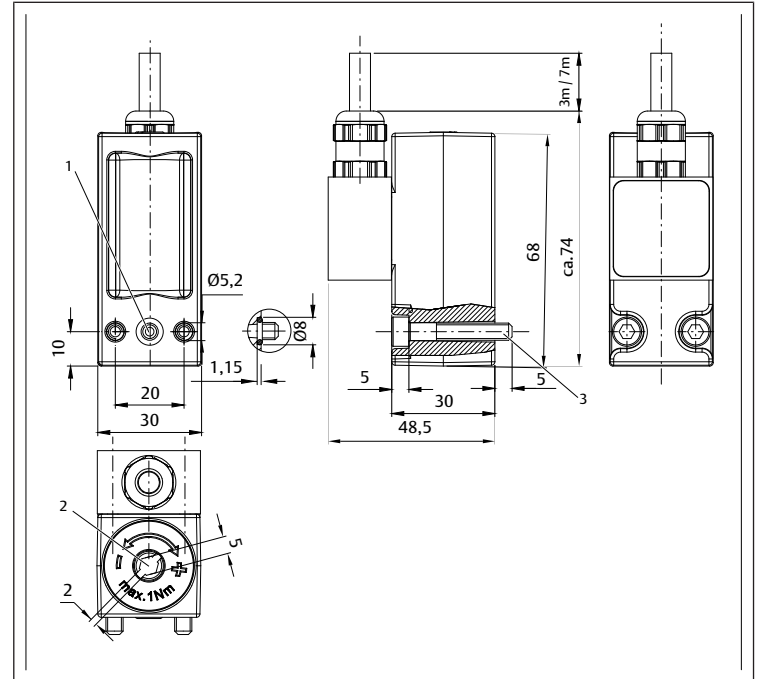

Fig. 1: Conexión neumática por brida
- Conexión por brida M5: $M_A = 2,5^{+0,5}$ Nm (véase → Fig. 1)